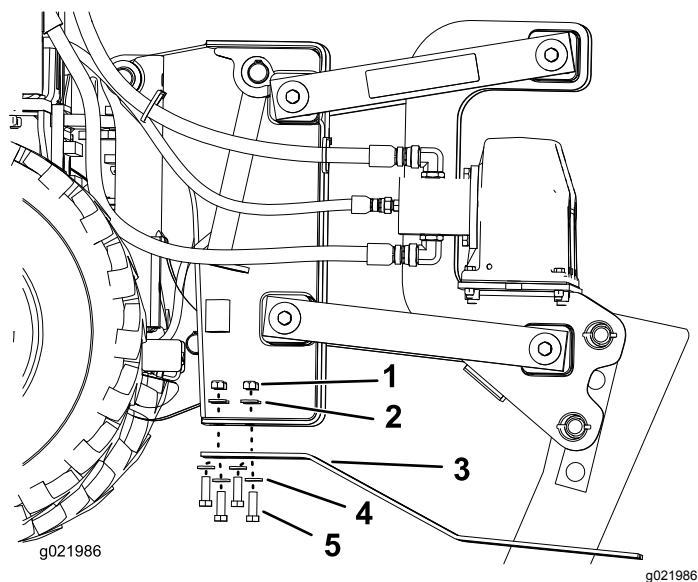

Figura 12
4. Instale los patines nuevos y sujételos con las fijaciones que retiró anteriormente (Figura 12).
3. Retire los 4 pernos, las 4 tuercas y las 8 arandelas de los patines (Figura 12).